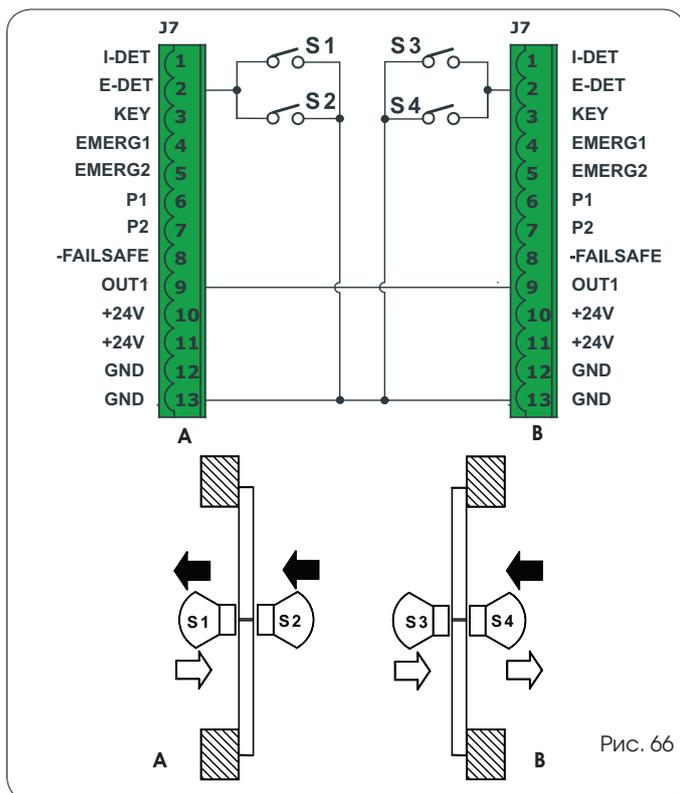

Рис. 66
- Подключите клеммные панели J6 двух панелей управления и датчики, как показано на рис. 66.